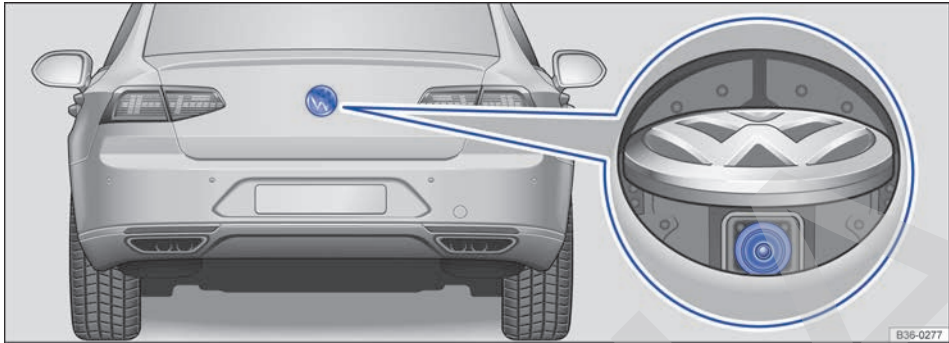

Fig. 202 En la parte trasera del vehículo: ubicación de la cámara del asistente de marcha atrás.
- ✓ La imagen tiene que ser fiable y clara. Así, por ejemplo, la lente de la cámara deberá estar limpia → fig. 202.
Las imágenes de la cámara → **fig. 202** (imagen ampliada) son solo bidimensionales. Por falta de profundidad espacial, es difícil o imposible apreciar en la pantalla las depresiones que pueda haber en el suelo, los objetos que sobresalgan del suelo o las piezas que sobresalgan de otros vehículos.
Mantenga la lente de la cámara → **fig. 202** (imagen ampliada) limpia y libre de nieve y hielo: